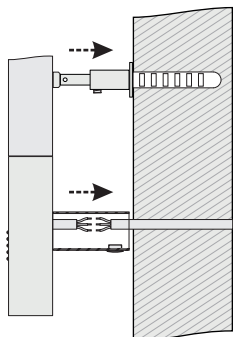

Рис.8
- 5.2.4. Произвести «черновой» монтаж полотенцесушителя (рис. 8).